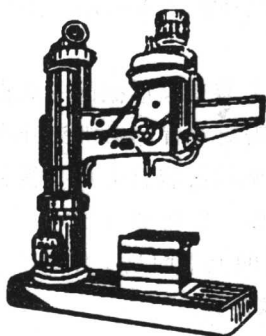

图1-5 摇臂钻床
- (1) 立式钻床。用于加工中小型工件。
- (2) 台式钻床。用于加工小尺寸工件。
- (3) 摇臂钻床。用于加工大中型工件,如图1-5所示。
- (4) 专门化钻床。在成批和大量生产中用于钻轴类零件。